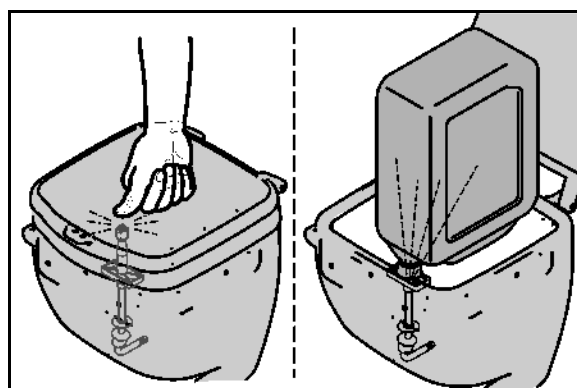

Fig. 46
- le couvercle repliable fermé a été rabattu vers le bas (Fig. 46).